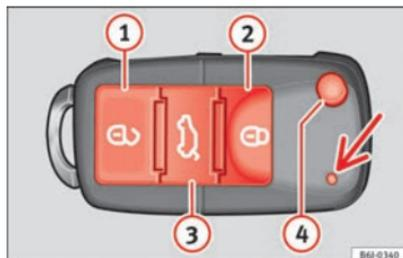

Fig. 59 Affectation des touches de la clé à radiocommande
La touche ④ ⇒ fig. 59 de la radiocommande permet de débloquer le paneton de la clé.
Déverrouillage du véhicule ⑥ ⇒ fig. 59 ①.
Verrouillage du véhicule ⑥ ⇒ fig. 59 ②.
Déverrouillage du hayon arrière. Appuyez sur la touche ⑥ ⇒ fig. 59 ③ jusqu'à ce que tous les clignotants du véhicule s'allument brièvement. Après avoir appuyé sur le bouton de déverrouillage ⑥ ③, vous disposez de 2 minutes pour ouvrir le hayon. Une fois ce temps écoulé, il se verrouillera de nouveau.
D'autre part, le témoin de la pile de la clé ⇒ fig. 59 (flèche) clignotera.
En appuyant une fois sur la touche ⑥ ⇒ fig. 59 ①, seule la porte du conducteur s'ouvrira, et les autres portes resteront fermées.
Appuyez deux fois sur la touche ⑥ ⇒ fig. 59 ① pour déverrouiller toutes les portes.
- Appuyez sur la touche  ⇒ fig. 59 de la radiocommande.